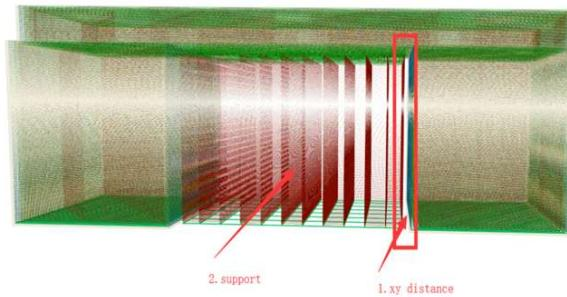

图 28·切片后(加支撑)
6. 支撑与模型XY平面间距(单位mm)：即支撑距离模型指定的横向平面的距离，如图 28。此间距决定支撑离模型的距离，太近会不好去除，太远了会造成支撑区域缩小而出现悬垂，默认值是经测试过的较好的一个值，一般情况可无需调整。**若有更高打印要求的用户，建议按照0.3mm梯度增加或减少。**